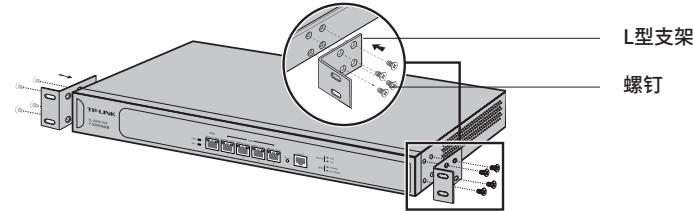

图2-1 支架安装示意图
2. 将配件中的两个L型支架分别安装在路由器面板的两侧,并用配件中提供的螺钉固定,如**图2-1**所示;